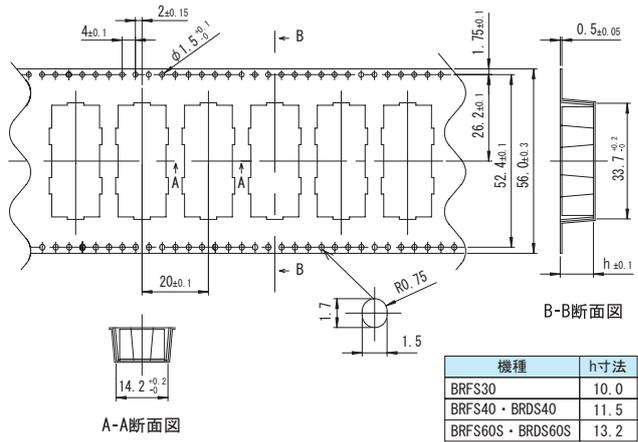

図9.1 BRFS30/40/60S・BRDS40/60Sのテーピング寸法
■ 梱包形態（リール）は、図9.1～図9.4を参照ください。